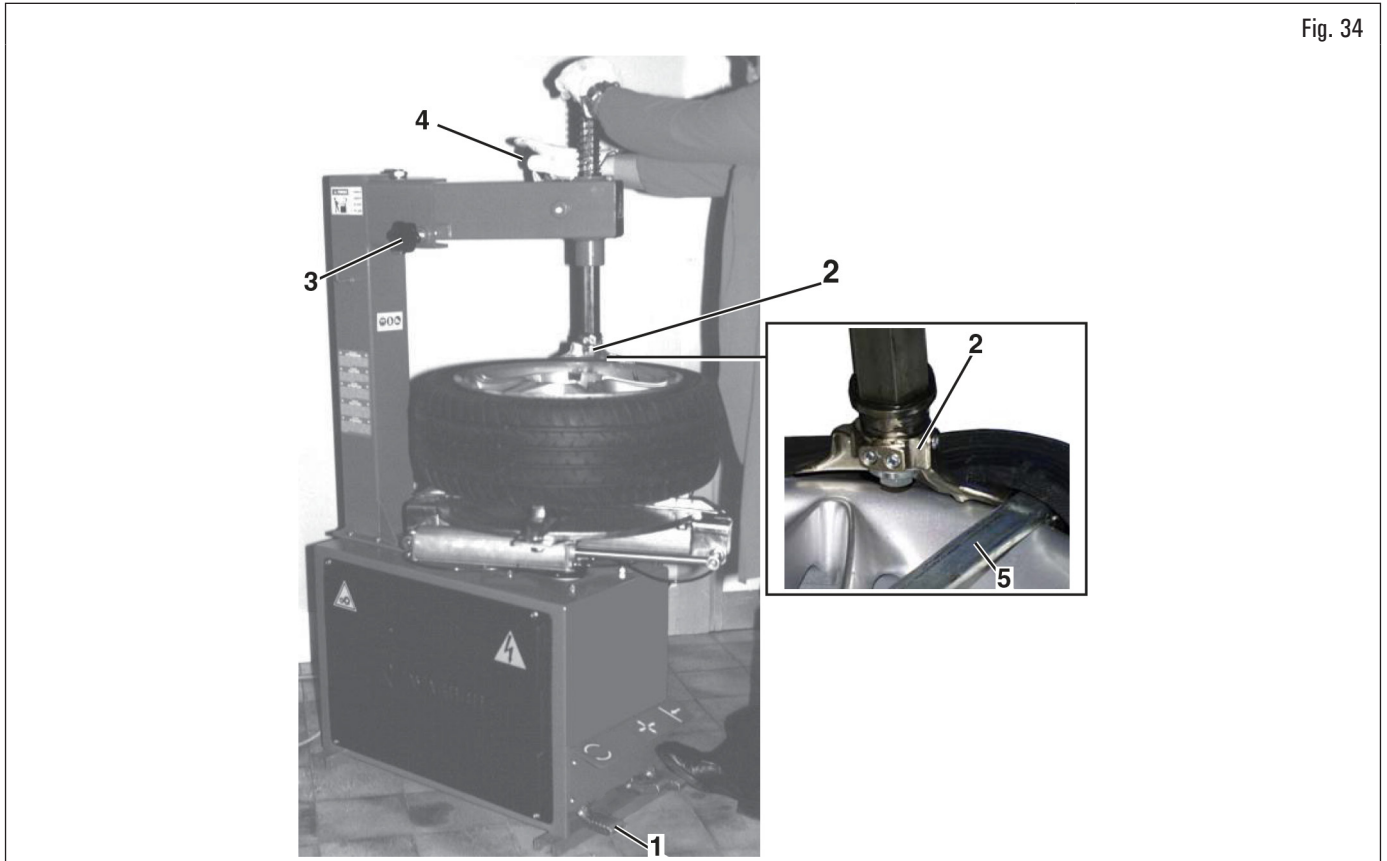

Fig. 34
Después de haber bloqueado la rueda, se procede al desmontaje del neumático siguiendo las siguientes instrucciones, con referencia a la Fig. 34:
1. presione el pedal de rotación (Fig. 34 ref. 1) para que la rueda gire hacia la derecha hasta que el vástago de la válvula alcance la posición de "1 hora";
2. posicionar el útil de montaje/desmontaje (Fig. 34 ref. 2) en el borde de la llanta mediante pomo (Fig. 34 ref. 3);
3. bloquearlo en posición actuando sobre la palanca (Fig. 34 ref. 4);
4. ajustar la posición de tangencia de la cabeza útil (Fig. 34 ref. 2) a la llanta mediante pomo (Fig. 34 ref. 3);
5. con la misma palanca (Fig. 34 ref. 5) levantar el talón por encima del extremo derecho de la cabeza útil y colocarla paralela al disco de la llanta presionando al mismo tiempo el flanco del neumático a las 6;
6. presione el pedal de rotación (Fig. 34 ref. 1) para girar la rueda en el sentido de las agujas del reloj hasta retirar todo el talón de la llanta. Durante la rotación de la rueda, la palanca para levantar talones saldrá del cabeza útil de montaje y se situará en el borde de la llanta;